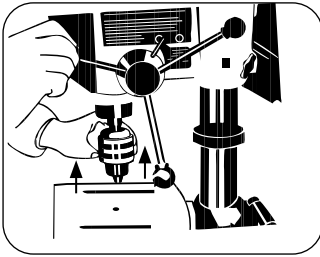

FIGURA 7.7
- Encaixe o eixo árvore ao eixo do mandril, pressionando para cima até que este e o eixo árvore sejam acoplados (Figura 7.7).